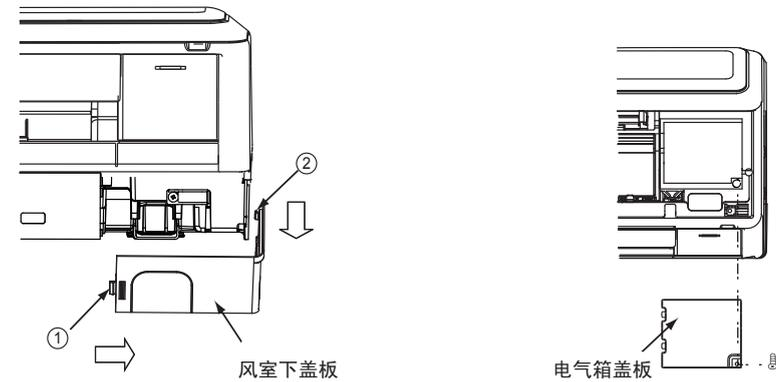

图14
(1) 接线盖板拆去顺序
- 用手将面框右下角风室下盖板①、②处的钩子沿箭头方向拉，将风室下盖板取下。(如图14)
(2) 电线连接顺序
- 打开面板，拧开面框右侧电气箱盖板螺钉，将其取下。(如图14)